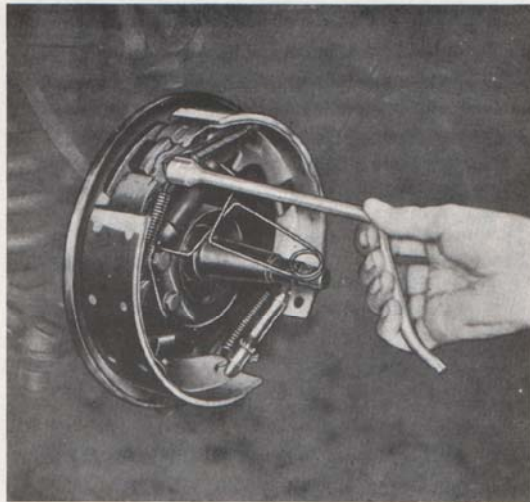
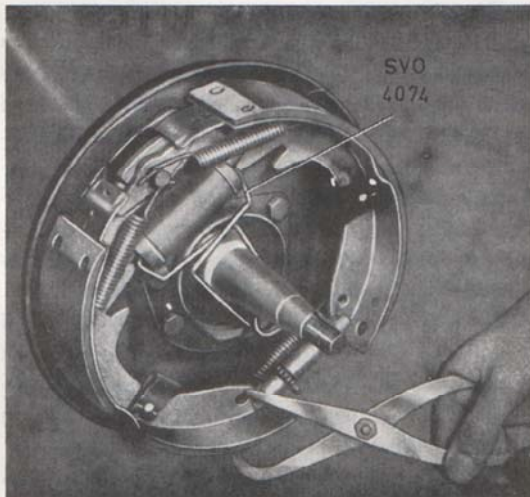
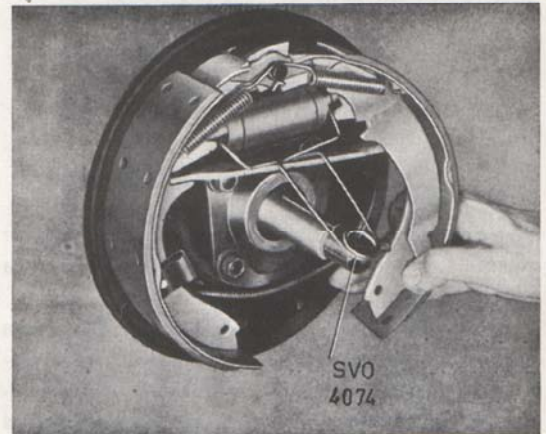

Bild 11. Demont. av retur fjäder med bromsfjädersverktyg (Snap-on BT 11 eller motsvarande).
Bild 12. Demontering av låsfjäder.
Bild 13. Demontering av bromsback.
3. Placera klämman SVO 4074, enligt bild 12 så att kolvarna i hjulcylindern ej pressas ut. Förfarandet vid demontering av backarna blir beroende på vilket verktyg som användes.
Med ett bromsfjädersverktyg enligt bild 11 kopplas först de två returfjädrarna av, varefter låsklämmorna togas bort och backarna lyftes fram tillsammans med justeranordningen.
Med hjälp av bromsfjädertång hakas låsfjäders av enligt bild 12. Drag isär backarna och tag bort justeranordningen. Håll emot styrpinnen på baksidan av skölden och demontera låsklämman. Vrid backen utåt tills tryckstången från hjulcylindern frigöres, jämför bild 13. Vrid därefter backen inåt tills returfjäders kan kopplas av och backen lyftas bort. Demontera den andra backen på samma sätt.
3. Placera klämman SVO 4074 över hjulcylindern så att kolvarna ej pressas ut. Koppla av handbromsvajern från hävarmen. Förfarandet vid demontering av backarna blir beroende på vilket verktyg som användes. Med ett bromsfjädersverktyg enligt bild 11 kopplas först de två retur fjädrarna av, varefter låsklämmorna tages bort och backarna lyftes fram tillsammans med justeranordningen. Med hjälp av bromsfjädertång hakas låsfjädern av, jämför bild 12. Drag isär backarna
och tag bort justeranordningen. Håll emot styrpinnen på baksidan av skölden och demontera låsklämman för bakre backen. Vrid backen utåt tills tryckstängens från hjulcylindern samt handbromslänken frigöres, se bild 13. Vrid därefter backen inåt tills retur fjädern kan kopplas av och backen lyftas bort. Demontera den andra backen på motsvarande sätt.